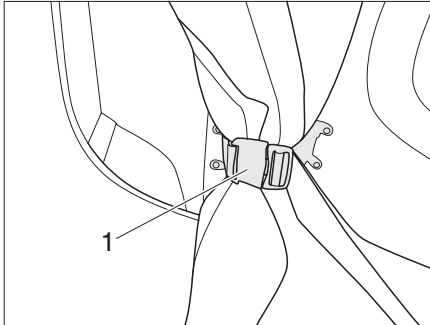

Bild 57 Bäslöslås för det skjutbara taket
- ▶ Öppna bäslöslåset (Bild 57,1) på båda sidor av det skjutbara taket.
- ▶ Stäng bäslöslåset (Bild 57,1) på båda sidor av det skjutbara taket.